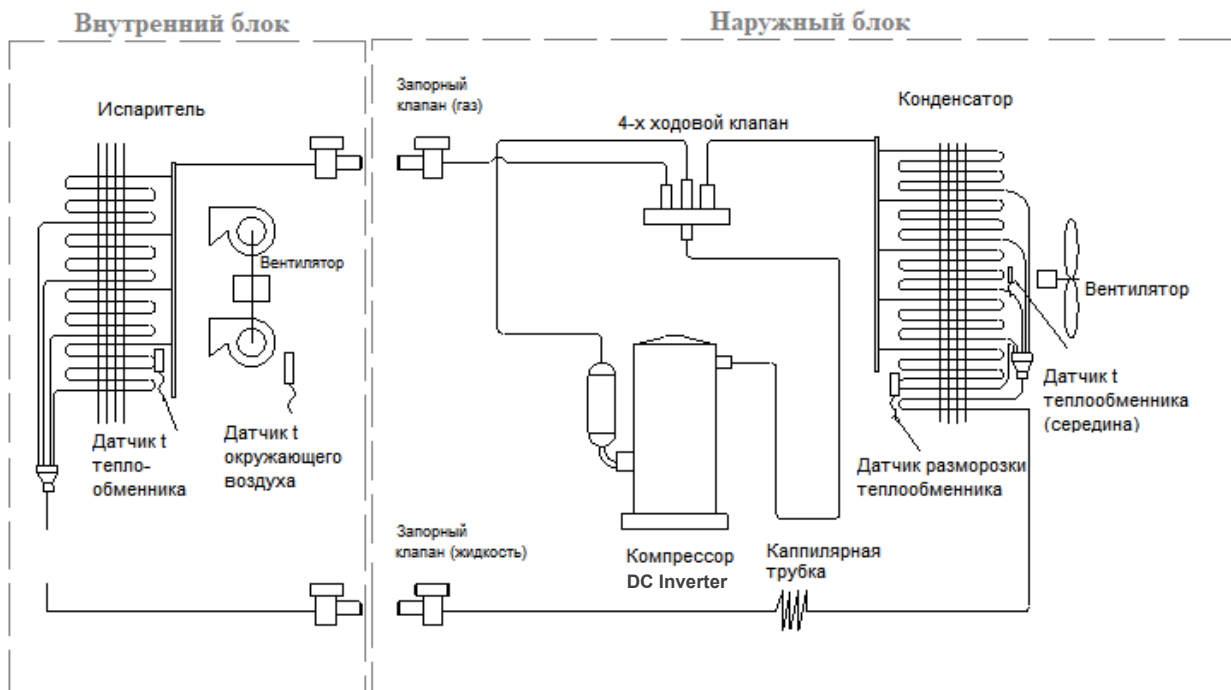

Рис.1.3
- В режиме охлаждения компрессор нагнетает газообразный фреон в теплообменник наружного блока (см.рис.1.3), при высоком давлении и температуре фреон отдает тепло в окружающую среду и конденсируется.